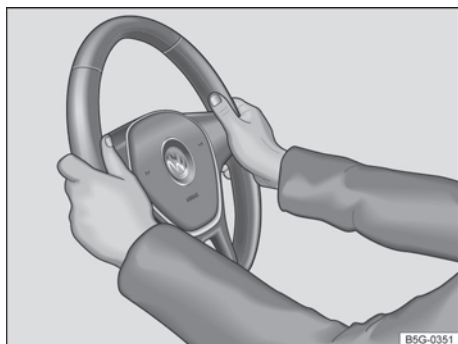

Fig. 65 No volante: posição 9 e 3 horas.
- Ajustar a posição do volante de forma que possa segurá-lo lateralmente pela borda externa nas posições de 9h e 3h → Fig. 65 com ambas as mãos e os braços ligeiramente dobrados.
- Empurrar a alavanca ① sempre pelo manípulo com firmeza para cima após o ajuste, para travar a posição do volante.
- Durante a condução, sempre segurar o volante com ambas as mãos lateralmente na borda externa nas posições de 9h e 3h → Fig. 65, para reduzir ferimentos causados por um acionamento do airbag frontal do condutor.